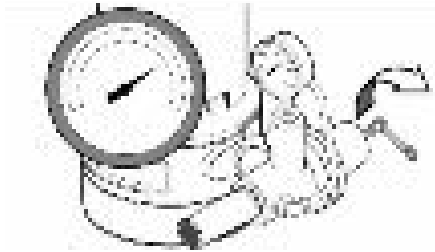
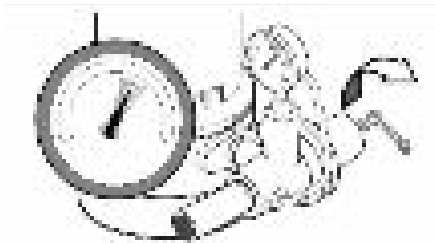
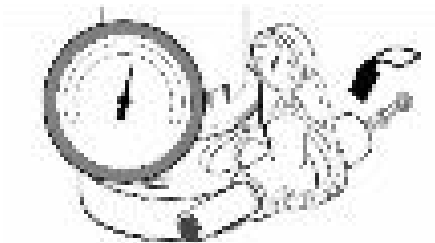

Figura 17A: Abra la válvula reguladora
Figura 17B: Esté atento a la oscilación del manómetro
Figura 17C: Cierre la válvula reguladora hasta que se estabilice la presión
4. Una vez que la unidad se haya cebado y la presión se haya estabilizado, abra lentamente (gire en sentido antihorario - Figura 17A) la válvula reguladora hasta que la presión descienda (la aguja del manómetro oscila; la bomba puede volverse ruidosa - Figura 17B). En este punto, cierre (gire en sentido horario) la válvula reguladora ligeramente hasta que la presión se estabilice. Esta configuración proporciona el flujo máximo (Figura 17C).